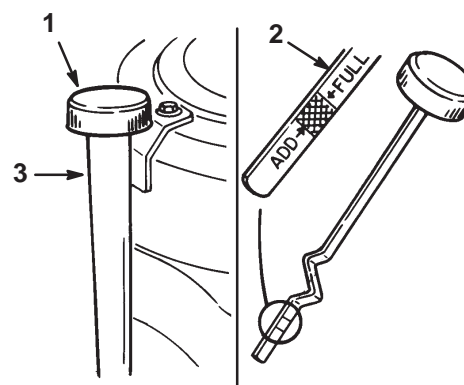

Figure 17
7. Nettoyez la surface autour de la jauge d'huile (Fig. 17) pour éviter que des impuretés ne s'introduisent dans le goulot de remplissage, ce qui risquerait d'endommager le moteur.
8. Dévissez la jauge d'huile et essuyez soigneusement l'extrémité métallique (Fig. 17).
9. Revissez la jauge complètement dans le goulot de remplissage (Fig. 17). Dévissez de nouveau la jauge et examinez l'extrémité métallique. Si le niveau est bas, versez lentement une quantité d'huile suffisante dans le goulot de remplissage pour amener le niveau au repère du plein (Full) sur la jauge.
12. Versez lentement environ 80% de la quantité d'huile spécifiée dans le goulot de remplissage (Fig. 17). Contrôlez le niveau d'huile (voir les points 4 et 5 de la rubrique Contrôle du niveau d'huile, page 21).